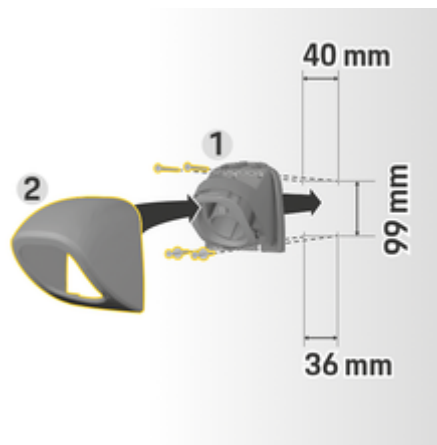

Рис. 118 Розміри отворів
1. Вийміть тримач вилки 1 (Рис. 118) із кришки 2 (Рис. 118).
4. Прикрутіть тримач вилки 1 (Рис. 118) до стіни.
5. Надіньте кришку 2 (Рис. 118) знизу на тримач вилки 1 (Рис. 118) і притисніть догори.